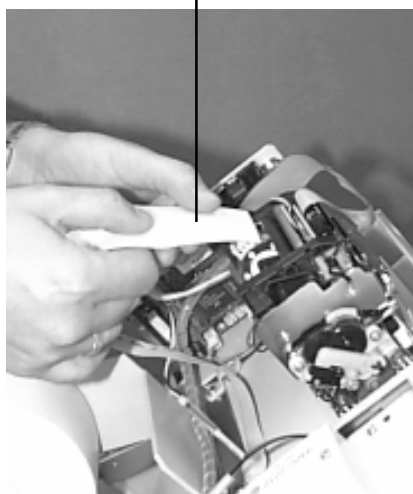

Figure 6-7. Alimentation du papier dans l'imprimante.
7. Une fois le rouleau et la bobine installés sur le support à papier, prenez l'extrémité du papier et insérez-le dans l'entrée du chemin à papier de l'imprimante. Consultez la figure 6-7.